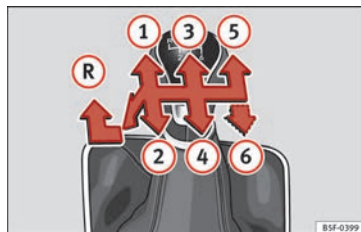

Abb. 37
Auf dem Schalthebel sind die Positionen der einzelnen Fahrgänge dargestellt » **Abb. 37**.
- Schalthebel auf Leerlauf stellen und nach unten drücken, ganz nach links und dann nach vorne schieben um den Rückwärtsgang » **Abb. 37**  einzulegen.